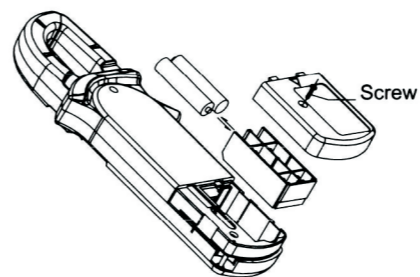

Рис. 10
B. Замена батарей питания (рис. 10)